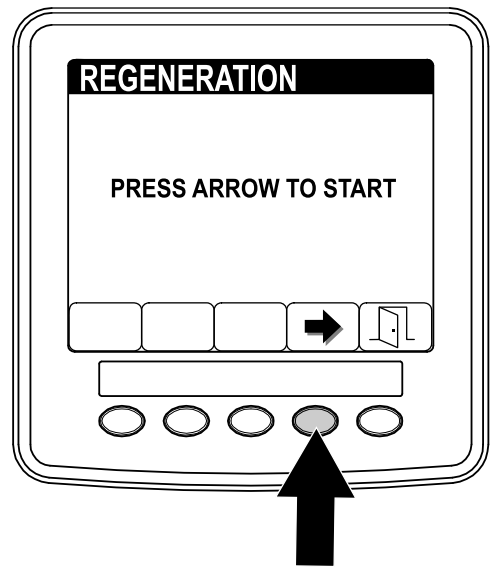

Figura 68
3. En la pantalla de regeneración, pulse el botón 4 para iniciar el proceso de regeneración (Figura 68).